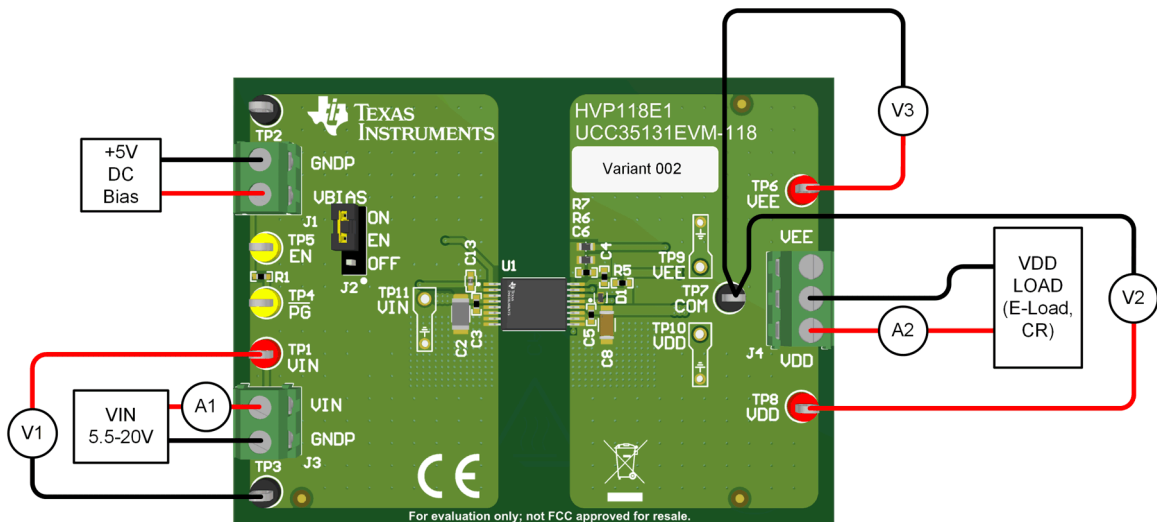

图 2-1. 典型效率测量设置
UCC35131EVM-118 利用螺丝接线端快速连接至  $V_{IN}$ 、VDD 和 VEE。连接适当的电流表和电压表，如图 2-1 所示，以便可以进行准确的 EVM 效率测量。
4. 在 J4:1 (VDD) 和 J4:2 (COM) 之间连接一个可变负载。如果使用电子负载，则设置为恒定电阻 (CR)，450Ω (约 500mW)。在 EVM 通电之前，将负载保持为禁用状态。
5. 在 J4:2 (COM) 和 J4:3 (VEE) 之间连接第二个负载。如果使用电子负载，则设置为恒定电阻 (CR)，2.5kΩ (约 10mW)。在 EVM 通电之前，将负载保持为禁用状态。由于所需的负载较小，因此可以在 J4:2-3 之间连接一个 500mW 的穿孔负载电阻器。
6. 当设置在低 mA 范围内时，某些电子负载无法调节/稳定 CC。通过插入电流表来监测输入电流和负载电流，如图 2-1 所示。电流探头可以与示波器结合使用，以验证由电子负载调节的直流电流的稳定性。